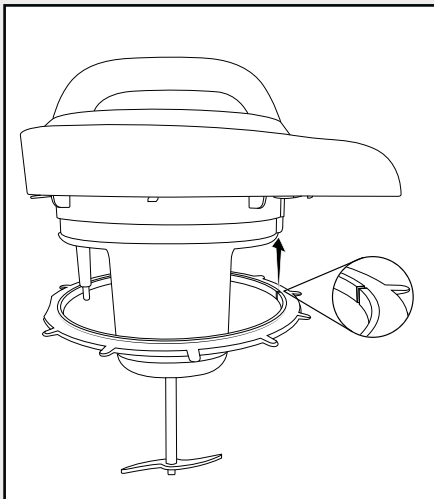

Fig. 1
- Vuelva a colocar el anillo hermético **8** en la tapa **9** de forma que el anillo hermético **8** se deslice hasta introducirse en el alojamiento. Para ello, asegúrese de que la pequeña muesca del anillo hermético **8** quede alrededor del saliente de fijación de la tapa **9** (fig. 1). El lado aplanado del anillo hermético **8** queda en el lado en el que se encuentra el sensor **7**: